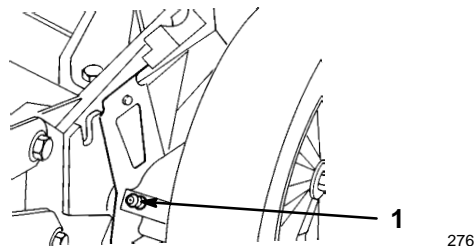

Abbildung 28
1. Die Schmiernippel an den hinteren Schnitthöhen-einstellvorrichtungen (Abb. 28) mit einem sauberen Lappen abwischen.